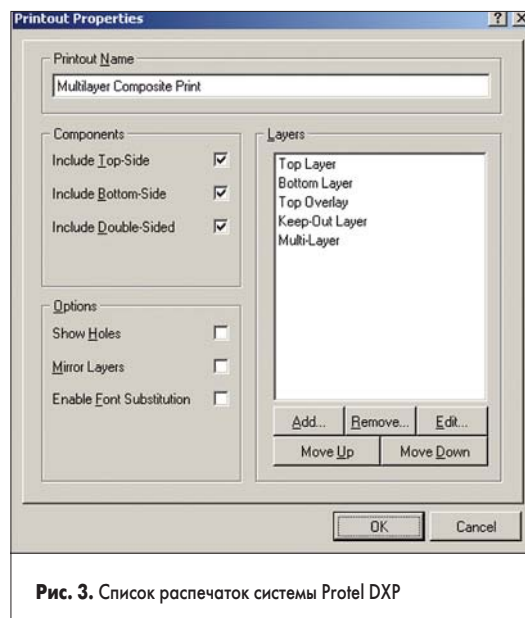

Рис. 3. Список распечаток системы Protel DXP
4. Щелкнем правой кнопкой мыши на названии листа Multilayer Composite Print и в появившемся контекстном меню выберем команду Properties. Откроется окно Printout Properties (рис. 3).